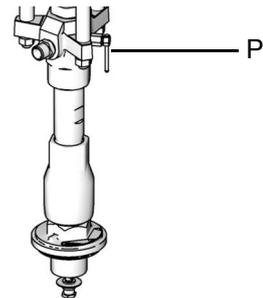

図 5
7. 液体ラインドレンバルブとポンプエア抜きバルブ (P) を開けます。排液を受けるために容器を用意します。
8. 再度スプレーする準備ができるまでは、ポンプエア抜きバルブを開けたままにします。図 5.